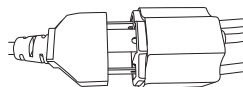

図9
- Connect the power connector as shown in Figure 9.
- 電源コネクタを奥まで確実に接続します(図9参照)。
- 连接电源，如图9所示。